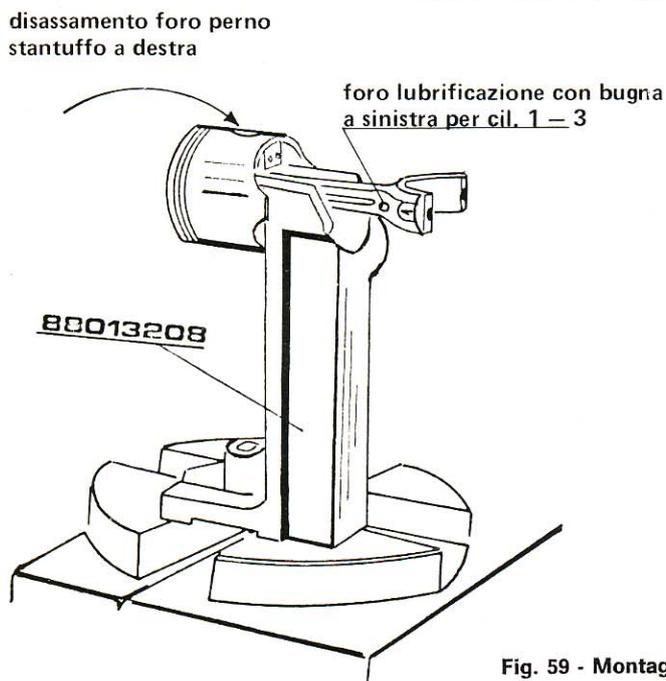

Fig. 59 - Montaggio perno
- Disporre la biella relativa al cilindro 1 o 3 sull'attrezzo 88013208 con il foro lubrificazione cilindro che sfocia nella bugna, rivolto verso sinistra (Fig. 59).